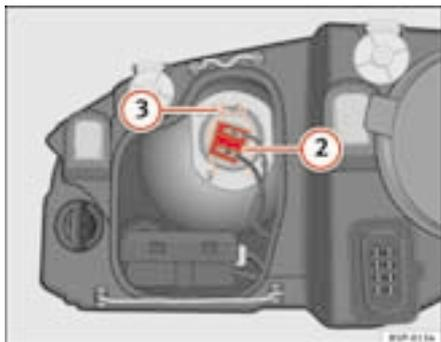

Fig. 162 Médios
- Retirar o conector ⇒ fig. 162 ② da lâmpada.
- Desengatar a mola de fixação ⇒ fig. 162 ③ pressionado-a para dentro e para a direita.